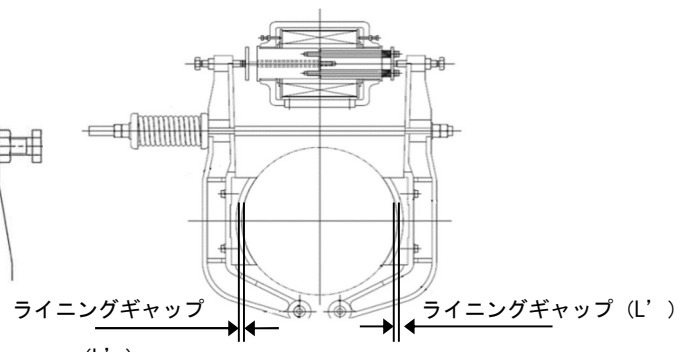

図 4 ライニングギャップ寸法
- (2) ブレーキを開いた状態でのライニングギャップ寸法(L') を測定してください。(図 4)
- (3) 寸法を満たしていない場合は、調整作業を実施してください。